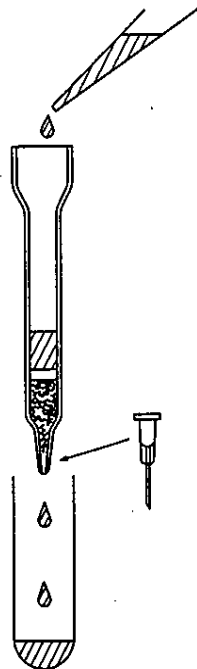
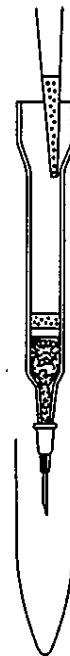

図1
図2
(1) リンパ球の調整
- ① Ficoll-Hypaque比重遠心法などにより，リンパ球を全血から分離する。
- ② リンパ球を37℃の培養液0.2mlに浮遊させる。
(2) 分離操作
- ① トップキャップとボトムキャップをはずし，カラムをスタンドに立てる。
- ② 洗浄液回収容器をカラムの下に置き，37℃の培養液約2mlをカラムに流し，分離剤を洗浄する(図1)。
- ③ 洗浄液が流出し始めたら，26G注射針を着ける。その際，注射針に気泡が入らないように注意する(図1)。
- ④ 洗浄液が流出し終わったら，カラムの下にリンパ球回収用チューブをセットする。
- ⑤ 37℃，0.2mlの培養液に浮遊させたリンパ球を，静かにカラムに流す(図2)。